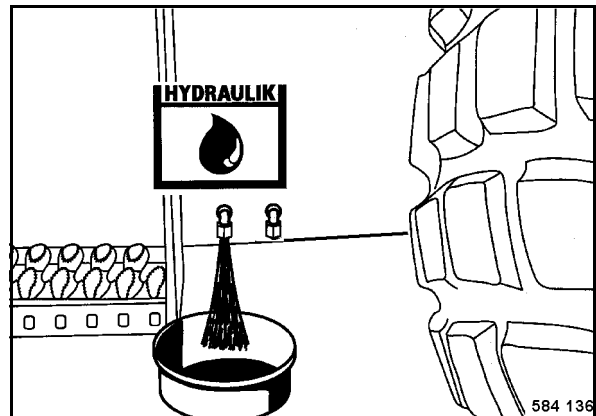

fig. 144
- Dévisser le bouchon de vidange (fig. 144) et laisser écouler l'huile.
- Vérifier l'état du joint (1), le remplacer, si besoin et ensuite revisser le bouchon de fermeture.